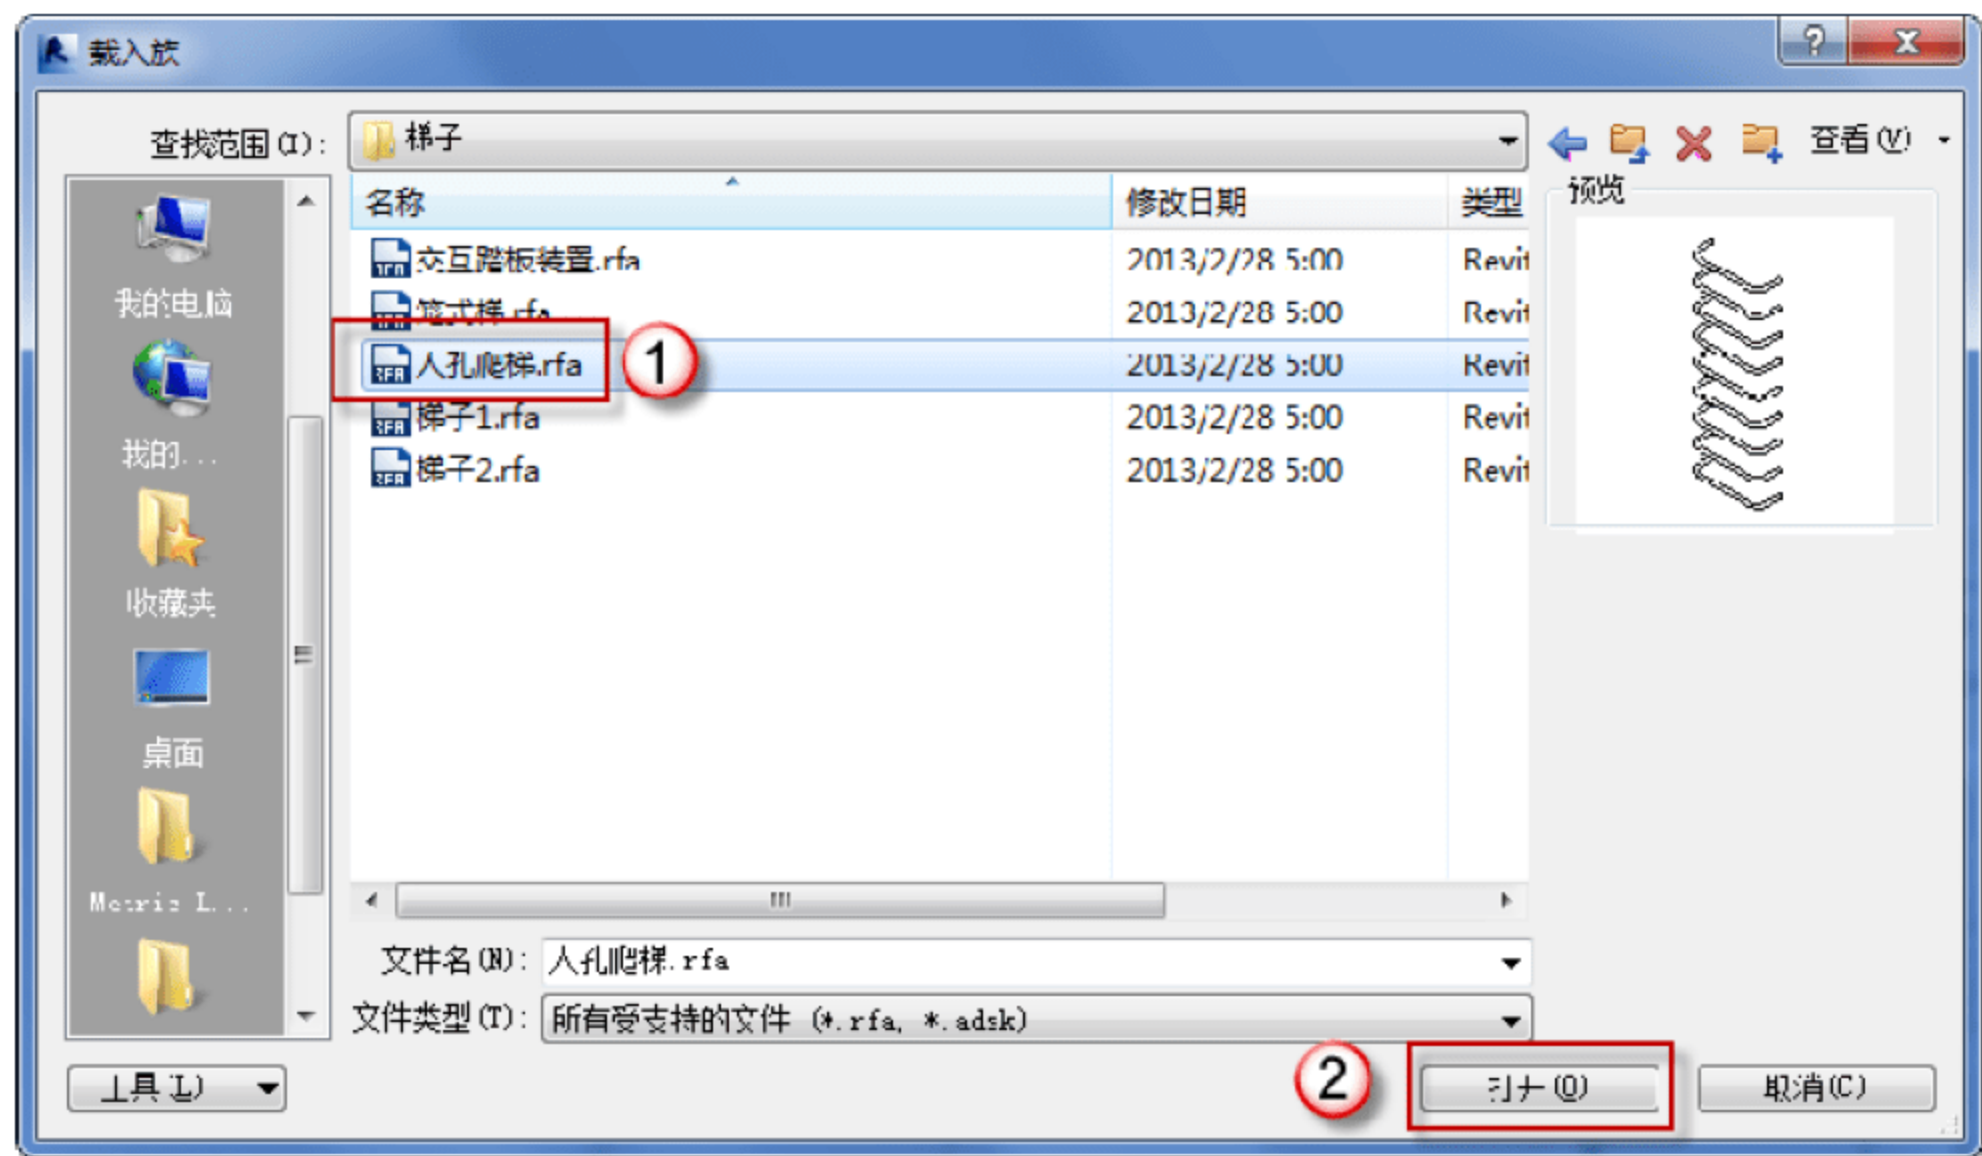

图 12.4.2 载入“人孔爬梯”族
(2) 载入“人孔爬梯”族。选择“插入”→“载入族”命令，在弹出的“载入族”对话框中，打开“建筑”\“专用设备”\“梯子”文件夹，在其中找到“人孔爬梯”，单击“打开”按钮，如图 12.4.2 所示。